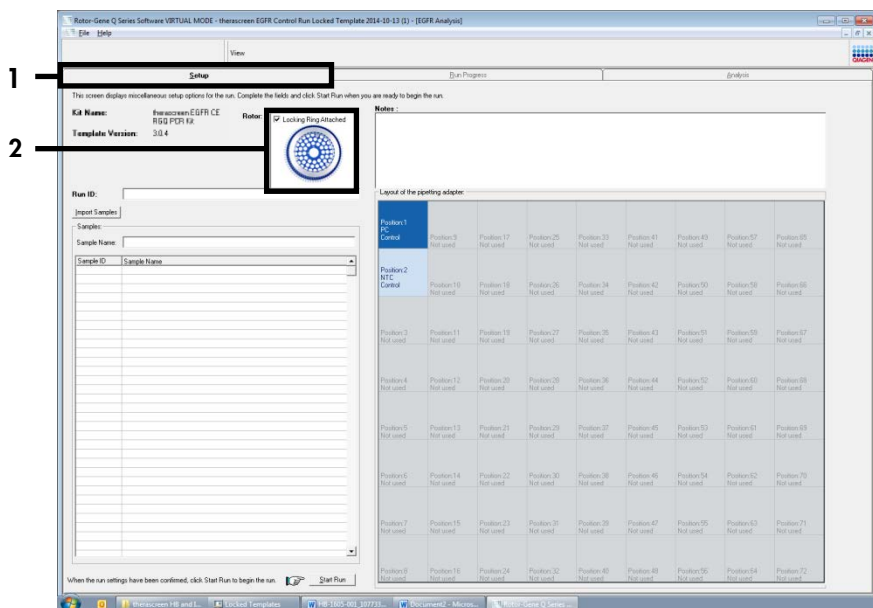

Figure 2. Onglet « Setup » (configuration) (1) et case « Locking Ring Attached » (bague de fermeture fixée) (2).
13. L'onglet « Setup » (configuration) s'ouvre par défaut (figure 2). S'assurer que la bague de fermeture est correctement fixée, puis cocher la case « Locking Ring Attached » (bague de fermeture fixée). Fermer le couvercle de l'instrument Rotor-Gene Q MDx.